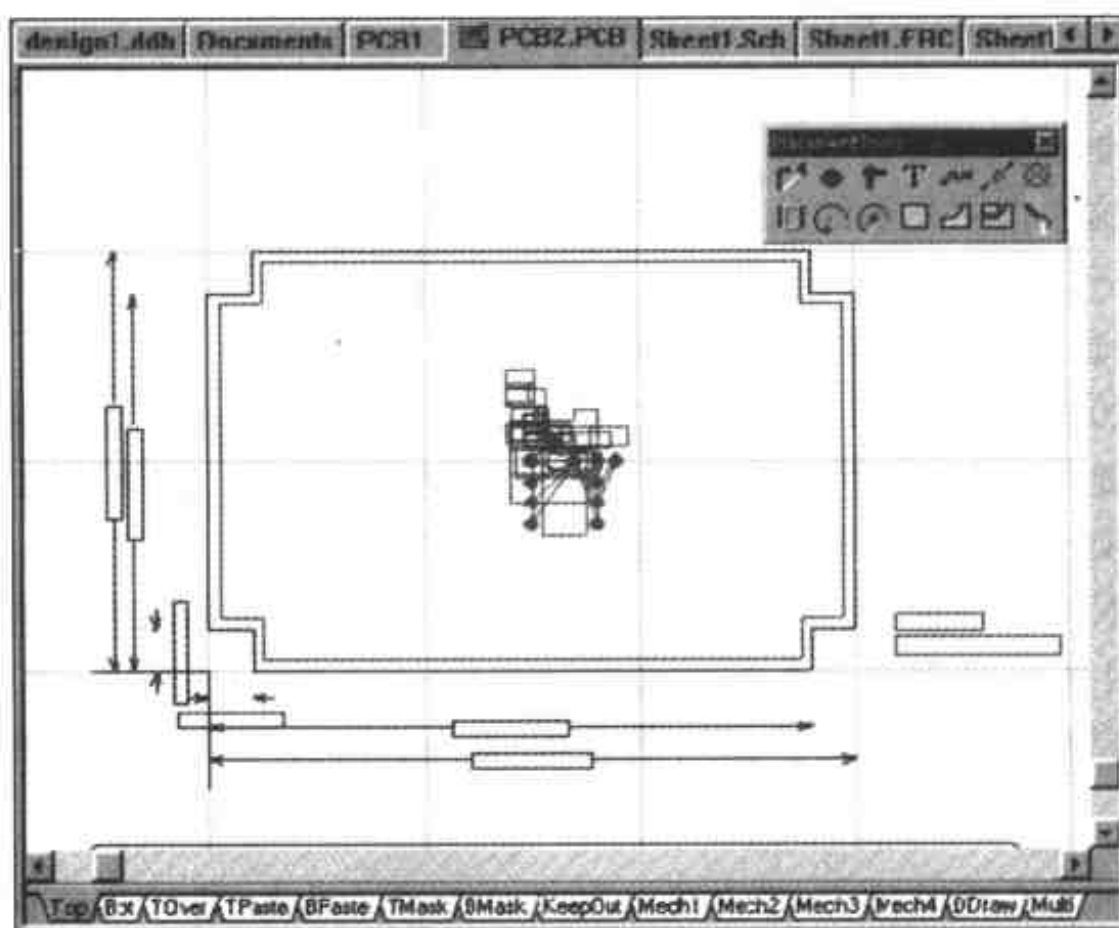

图 8-21 在电路板中导入元件
(7) 按照错误提示信息,打开原理图文件进行修改,然后重新进行 ERC 检验、生成网络表文件、载入网络表,直到列表框底部显示 All macros validated,表示一切没有问题。单击 Execute 命令按钮,进行网络宏所指定的动作,在电路板中导入元件,得到如图 8-21 所示的效果。